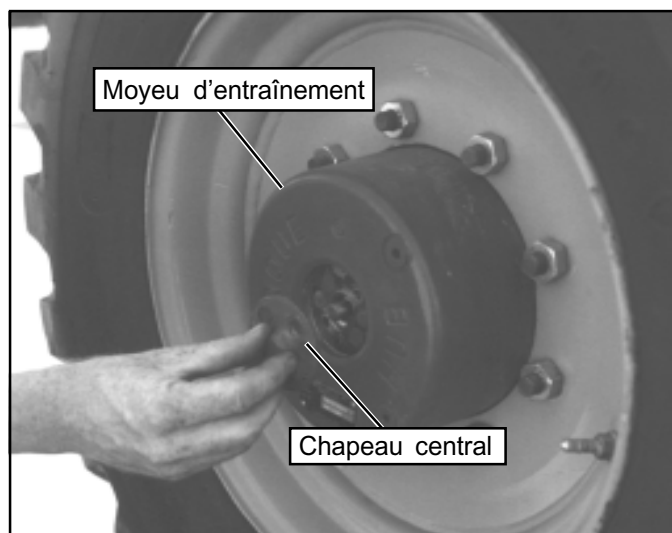

Figure 6 : Désengagement des moyeux d'entraînement
3. Consulter la figure 6 et désengager les quatre moyeux d'entraînement. Retirer les deux boulons et le chapeau central. Réinstaller le chapeau central dans le sens opposé.